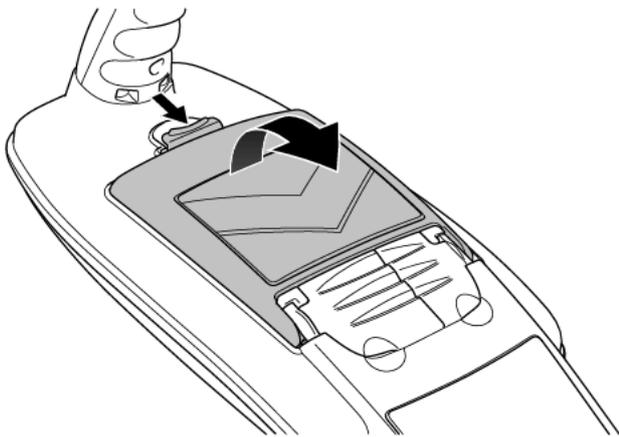

図 4.1 バッテリーコンパートメントを開く
- 1 リリースキャッチを使用して電池コンパートメントを開きます（図4.1）